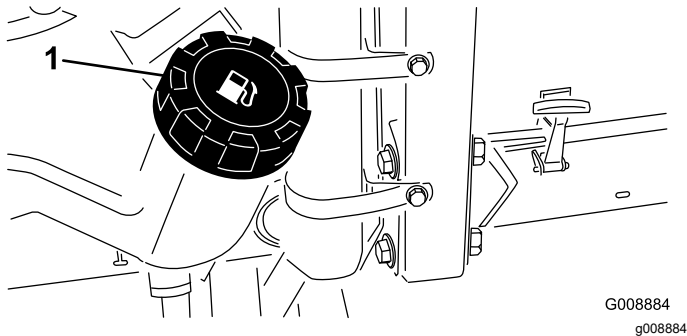

Figure 26
1. Nettoyez la surface autour du bouchon du réservoir de carburant (Figure 26).